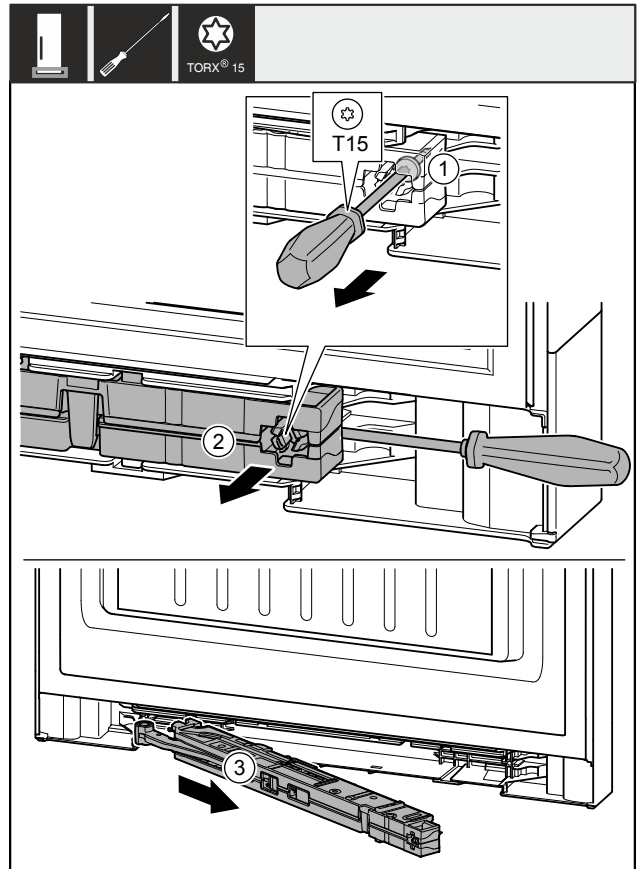

Fig. 10
- Schraube Fig. 10 (1) an Schließdämpfereinheit mit Schraubendreher ca. 14 mm (9/16 in) lösen.
- Schließdämpfereinheit Fig. 10 (2) griffseitig mit Schraubendreher nach vorne aushebeln.
- Schließdämpfereinheit Fig. 10 (3) herausziehen.